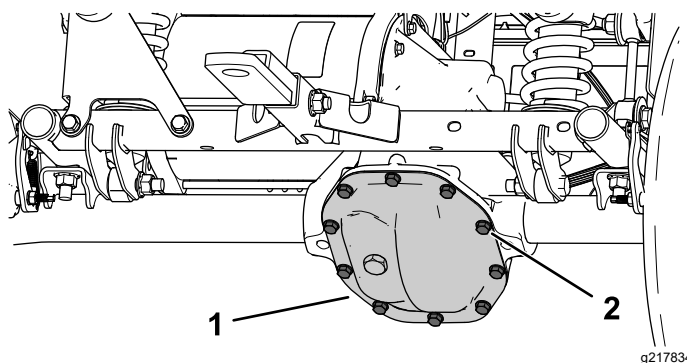

Figure 50
1. Placez un bac de vidange sous la protection de la boîte-pont (**Figure 50**).
2. Retirez les boulons de la protection de la boîte-pont et vidangez tout le liquide (Figure 50).